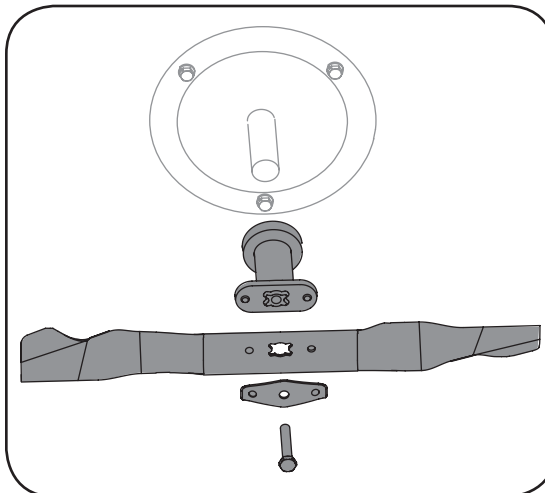

Figura 5-2: Retire el perno, soporte y adaptador para tener acceso a la cuchilla.
2. Saque el perno y el soporte de campana de la cuchilla que sostienen la cuchilla y el adaptador de la misma al cigüeñal del motor, Figura 5-2.
3. Saque la cuchilla y el adaptador del cigüeñal, Figura 5-2.